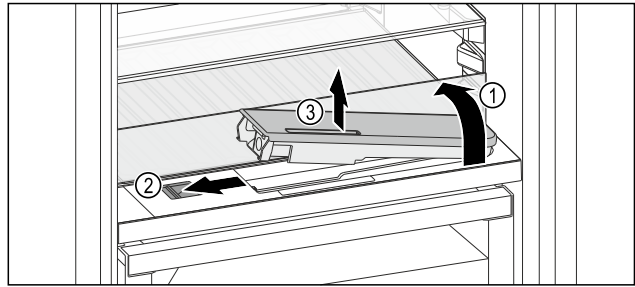

Fig. 188
- Soulever la tablette et la rabattre vers l'arrière jusqu'à la butée *Fig. 188 (1)*.
- Pousser le curseur *Fig. 188 (2)* vers la gauche.
- Sortir le filtre à eau *Fig. 188 (3)*.